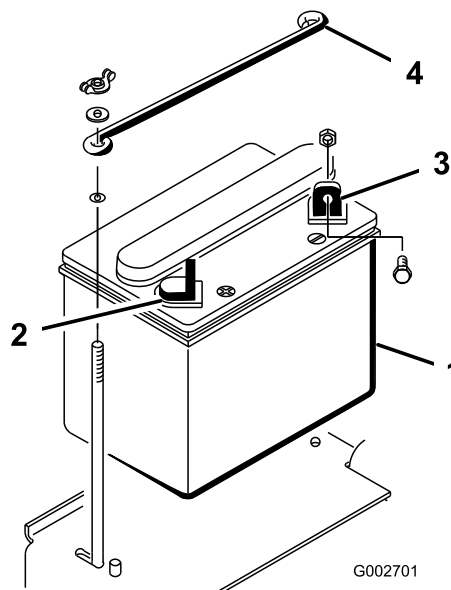

Рисунок 6
1. Установите аккумулятор на место таким образом, чтобы отрицательная клемма была направлена к задней стороне машины (Рисунок 6).